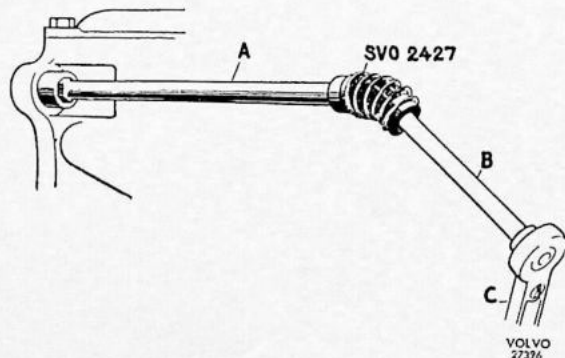
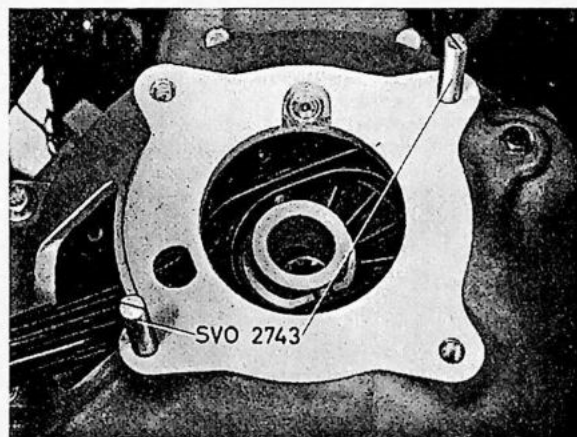

Fig. 4-29. Demontage van de versnellingsbakbouten
Fig. 4-44. Geleidepennen voor versnellingsbak
6. Draai de rechter boven- en linker onderbout van de versnellingsbak met sleutel SVO 2427, kniegewricht SVO 2427, verlengstuk met 3/8" vierkant einde en een ratel los. Zie Fig. 4-29. Monteer de twee geleidepennen SVO 2743, zie Fig. 4-44. Maak
Zorg ervoor dat de geleidepennen SVO 2743 overeenkomstig Fig. 4-44 gemonteerd zijn: De montage wordt in omgekeerde volgorde van de demontage gedaan. Vul de versnellingsbak met olie.